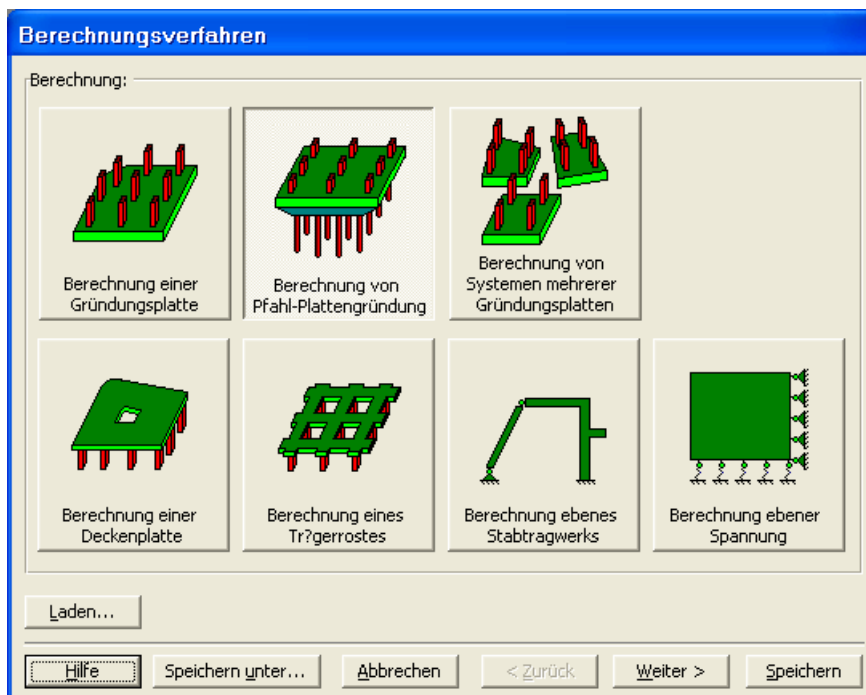

Bild 12-2 Wizard-Assistent "Berechnung"
Wählen Sie "Neues Projekt" aus dem "Daten"-Menü des *ELPLA-Daten*-Fensters. Der folgende Wizard-Assistent im Bild 12-2 erscheint. Der Wizard-Assistent vereinfacht den Prozess mit Hilfe der Standard- und vertrauten Wizard-Oberfläche. Ein Wizard-Assistent ist eine Reihe von Menüs in einem speziellen Fenster, die durch eine Aufgabe helfen. In diesem Wizard-Assistent definieren Sie die Berechnung des Problems, weil *ELPLA* verschiedene Statiksysteme behandeln kann. Da die Berechnung eine Pfahl-Plattengründung ist, machen Sie die nächsten zwei Schritte:
- Wählen Sie "Berechnung einer Pfahl-Plattengründung", wie in Bild 12-2 gezeigt